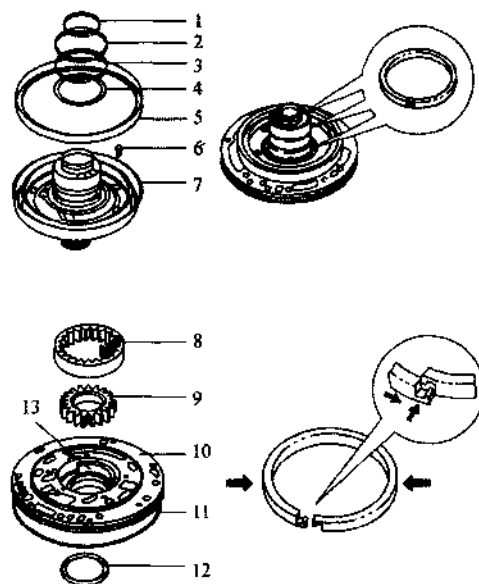

图 4.44 油泵的结构分解组装
如图 4.44 所示, 该油泵为内啮合式齿轮泵, 内齿轮 9 由变矩器的泵轮驱动, 若变矩器出现失速, 不会影响油泵的正常运转。
① 组装时, 内外齿轮上的标记要对正, 外齿轮 8 上的生产厂标记 (箭头所指) 应指向导轮支架 7, 否则油泵会转动困难, 内齿轮 9 内孔较大的一面应朝向导轮支架 7。
② 装上内外齿轮和导轮支架 7, 而后旋紧螺栓 6 (力矩 $10\text{N} \cdot \text{m}$, 再旋紧 45°), 在活塞 5 密封唇缘上涂上自动变速器油后, 装到导轮支架 7 上, 装时要稍微转动活塞。
③ 安装活塞环时, 要先将活塞环放在导轮支架 7 的环槽内, 捏住环的两端, 使两端头钩在一起, 如图 4.44 所示。O 形圈 11 应更换新的。